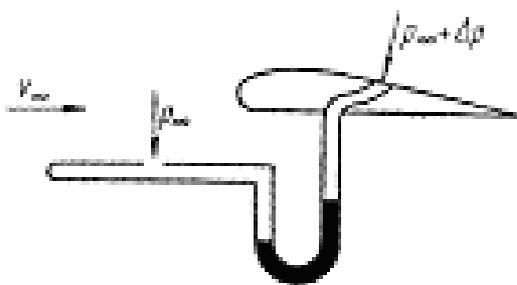

Рис. 9
48. Дать приближенную оценку относительному приращению скорости в точке крыла, где относительное уменьшение давления составляет 10%. Крыло обтекается потоком при $M_\infty = 0,6$ (рис.9).